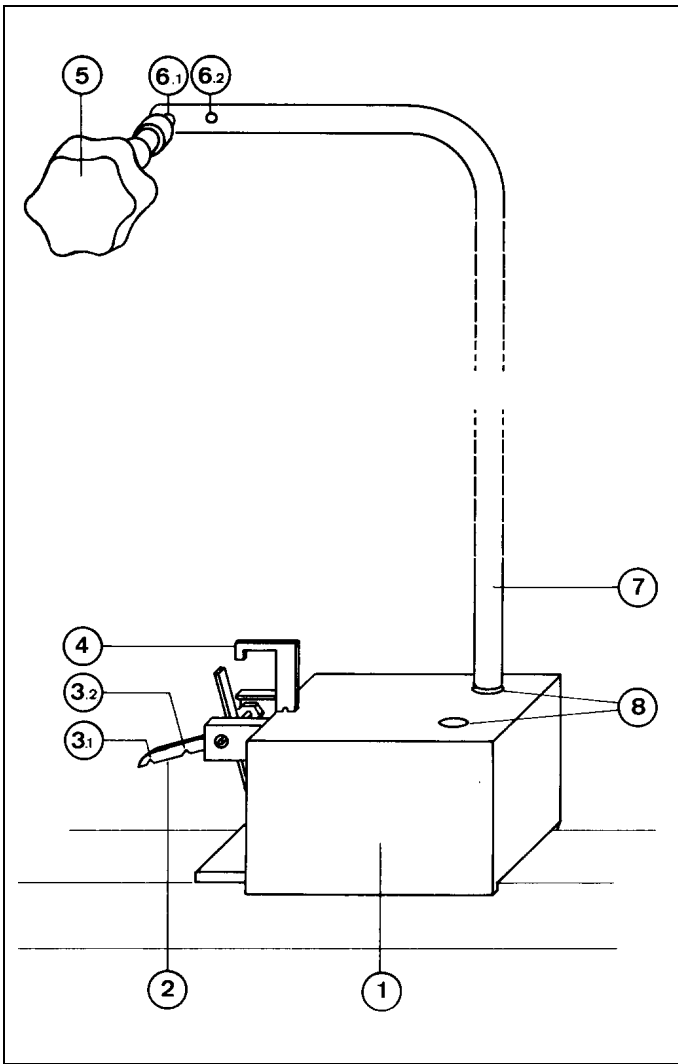

Fig. 3
2.3 Kraftmeßeinrichtung (337 59) für Düsen Gleiter, siehe Fig. 3
Basiskörper ① mit Galgen ⑦ gemäß Fig. 3 auf die Fahrbahnschiene klemmen;
2.3 Dynamometric device (337 59) for jet-propelled slider, see Fig. 3
Clamp the base ① with stand ⑦ onto the track rail according to Fig. 3